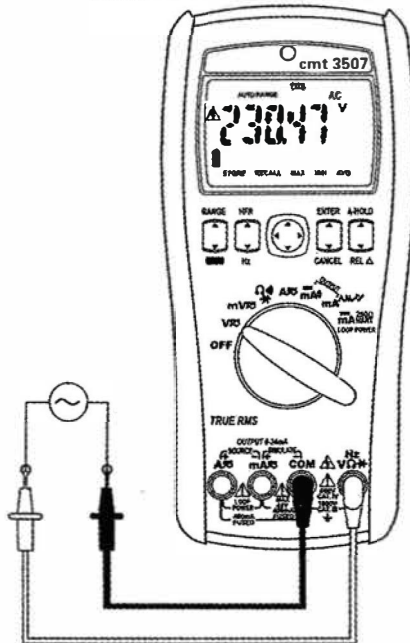

Abb. 3: Verwendung des Gerätes für Wechselspannungsmessung
5. Stellen Sie die rote Messleitung und die schwarze Messleitung in die Punkte des zu messenden Kreises (siehe Abb. 3). Der Spannungswert erscheint auf dem Display.